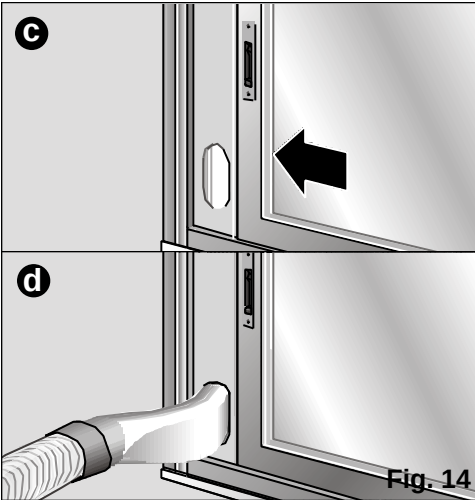

Fig. 14
- U kunt hiervoor ook het installatie onderdeel gleuf raam / balkon gebruiken. (Zie “Beschrijving van de onderdelen”) **Fig. 14 : a, b, c, d**. Dit is zowel op horizontale als op verticale ramen en op balkons te gebruiken.